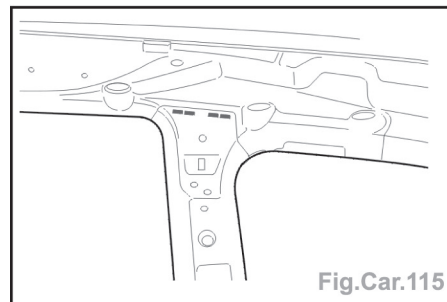

Fig.Car.115
- Souder par cordons successifs soudo-brasage MIG (Fig.Car.115).